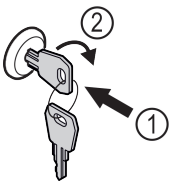

Fig. 115
- ▶ Вставьте ключ Fig. 115 (1).
- ▶ Поверните ключ на 90° по часовой стрелке Fig. 115 (2).